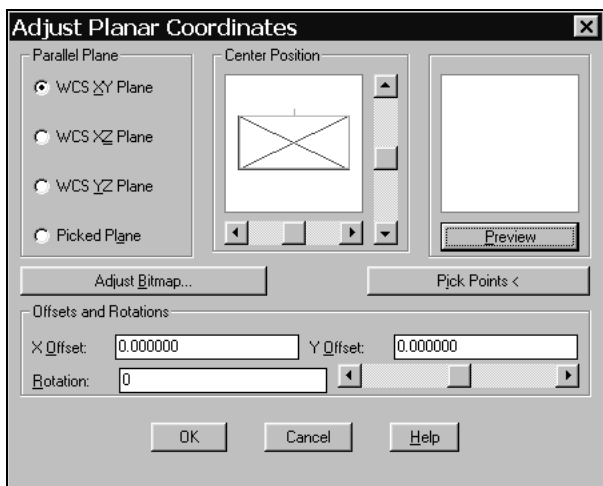

Рис. 10.11. Диалоговое окно **Adjust Planar Coordinates**
6. В диалоговом окне **Adjust Planar Coordinates** (Настройка координат) (рис. 10.11) настроить размещение изображения на объекте.